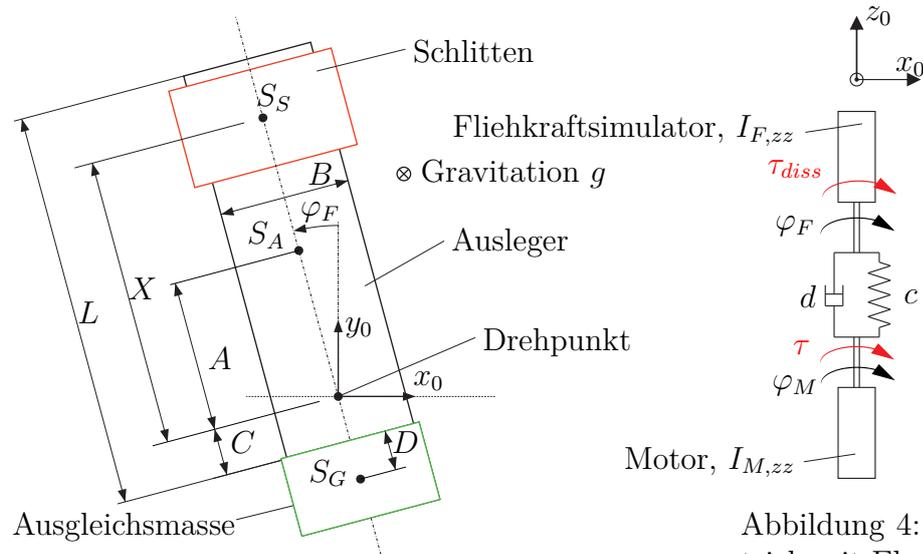
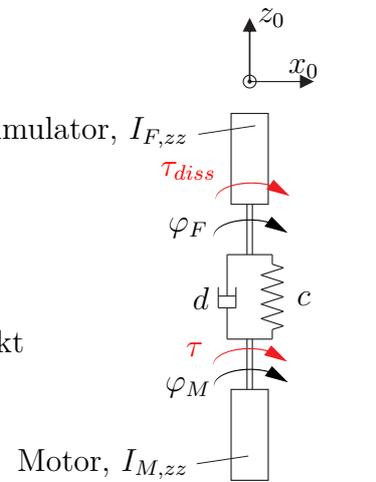

Abbildung 3: Fliehkraftsimulator.
Abbildung 4: Antrieb mit Elastizität.
2. In dieser Aufgabe wird der um seine Hochachse drehende Fliehkraftsimulator aus Abbildung 3 betrachtet. Der Aufbau besteht aus einem um den Ursprung des Inertialkoordinatensystems  $(x_0, y_0, z_0)$  drehbar gelagerten Ausleger, auf welchem ein Schlitten im Abstand  $X$  befestigt ist. Der Ausleger hat die Masse  $m_A$  und das Massenträgheitsmoment  $I_{SA,zz}$  bezüglich des Schwerpunktes  $S_A$ . Vom Schlitten ist die Masse  $m_S$  und das Massenträgheitsmoment  $I_{SS,zz}$  bezüglich des Schwerpunktes  $S_S$  bekannt. Eine Ausgleichsmasse  $m_G$  mit dem Massenträgheitsmoment  $I_{SG,zz}$  bezüglich des Schwerpunktes  $S_G$  dient zur Reduktion der Unwucht der Anlage. Der Fliehkraftsimulator wird mithilfe eines Motors mit dem Massenträgheitsmoment  $I_{M,zz}$  und dem Drehmoment  $\tau$  angetrieben, siehe Abbildung 4. Die Elastizität des Antriebsstranges wird durch die Steifigkeit  $c$  und die Dämpfung  $d$  modelliert. Im Drehpunkt des Fliehkraftsimulators wird ein quadratisches Dämpfungsmoment ( $\tau_{diss} = -d_F(\dot{\varphi}_F)^2$ ) mit dem konstanten Beiwert  $d_F$  angenommen. 12 P. |
- a) Geben Sie den Abstand  $A$  vom Drehpunkt des Fliehkraftsimulators zum Schwerpunkt  $S_A$  des Auslegers an und berechnen Sie explizit das Massenträgheitsmoment  $I_{SA,zz}$  des Auslegers um dessen Schwerpunkt  $S_A$ . Dieser wird vereinfacht als Quader mit der Dichte  $\rho$  und den Seitenlängen  $L \times B \times H$  angenommen.  $L$  und  $B$  sind in Abbildung 3 ersichtlich,  $H$  ist die Dimension des Auslegers in  $z_0$ -Richtung. 2.5 P. |
- c) Stellen Sie mithilfe des Drehimpulssatzes die Bewegungsgleichungen des Systems auf. Berücksichtigen Sie dazu die Elastizität des Antriebs. Das zugehörige Ersatzschaltbild ist in Abbildung 4 dargestellt. 3 P. |